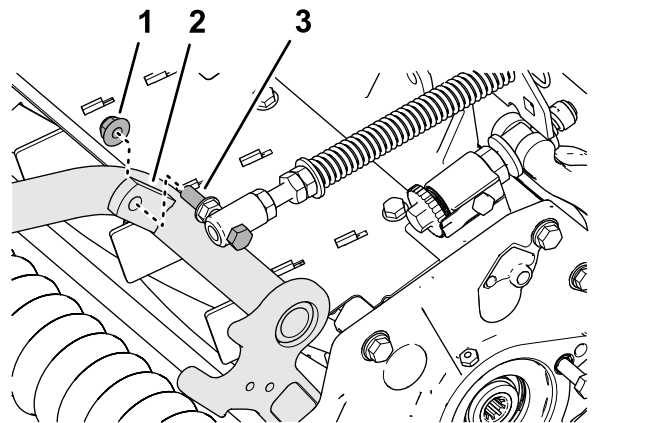

Figura 9
4. Montați dopul filetat al arcului de compensare pentru gazon pe umărul drept al cadrului de susinere (Figura 9) folosind o contrapiuliță cu guler ($\frac{3}{8}$ ").